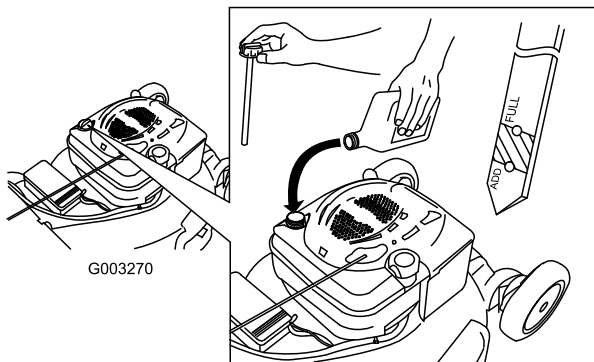

Figura 7
2. Vierta **lentamente** aceite en el tubo de llenado hasta que el nivel llegue a la marca "Full" (lleno) de la varilla (Figura 7). **No llene demasiado.** (Capacidad máxima: 0,59 l (20 onzas), tipo: SAE 30W, aceite detergente con clasificación de servicio API SF, SG, SH, SJ, SL o superior.)
1. Retire la varilla (Figura 7).